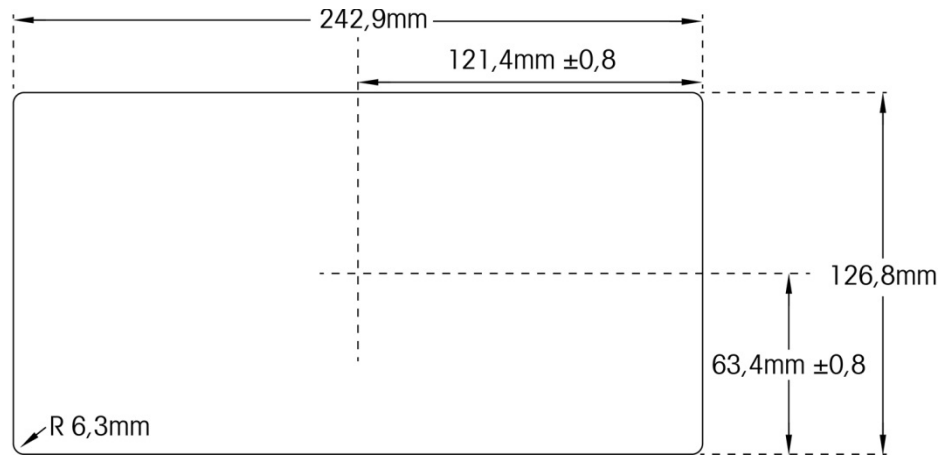

Figure 2-10 : Dimensions de la découpe du panneau
4. Découpez une ouverture dans le panneau ou dans l'enceinte industrielle conformément aux dimensions présentées en pouces et en [mm] sur la Figure 2-10.